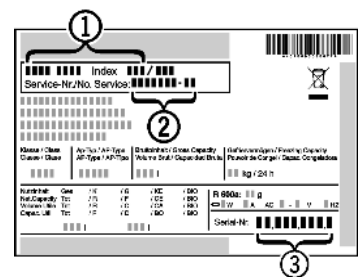

Fig. 21
- ▶ Считать обозначение устройства Fig. 21 (1), сервисный номер Fig. 21 (2) и серийный номер Fig. 21 (3) с заводской таблички. Заводская табличка находится внутри устройства слева.